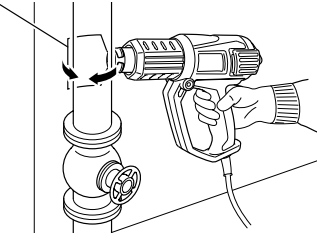

Fig. 11
6. Descongelación de tubos de agua (Fig. 11)